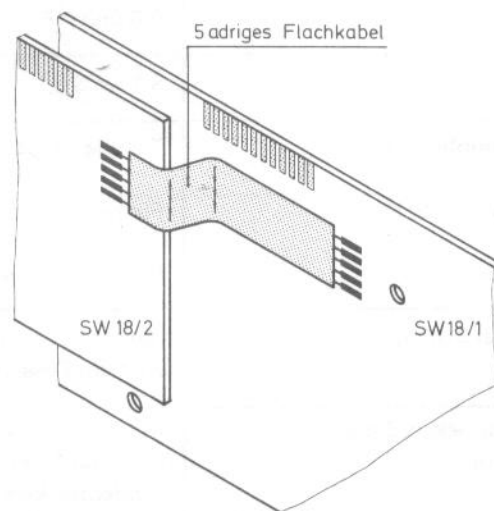

Abb. 12 Elektrische Verbindung SW 18/1 + SW18/2
- d) Verbinden Sie zuletzt die beiden Platinen auch elektrisch nach Abb. 12 mit dem 7 cm langen, 5-adrigen Flachkabel Y, das Sie im Karton "Pianostar T, Kabelsatz, Artikel-Nr. 260124, finden. — Legen Sie die Platinen SW 18/1 + 2 vorläufig zur Seite.